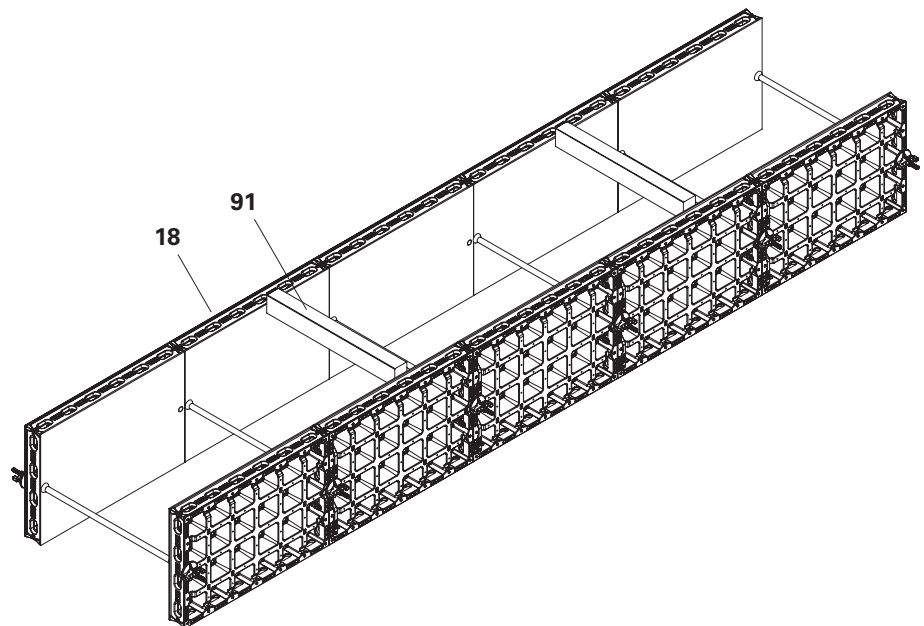

Fig. B11.03
Placer des madriers (91) de l'épaisseur du voile sur le dessus du panneau afin de prévenir le basculement du coffrage vers l'intérieur. (Fig. B11.03 + B11.03a)